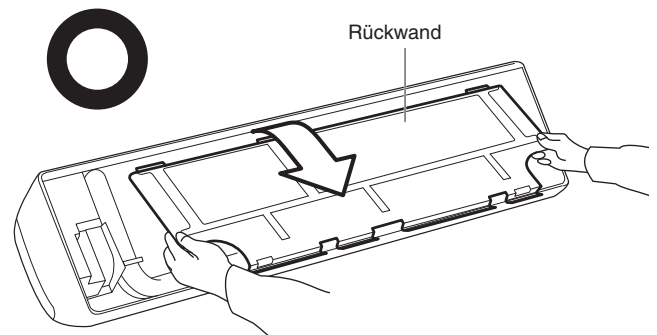

Abb. 3-3
- (3) Die Rückwand an den in Abb. 3-3 gezeigten Stellen fassen und durch Ziehen in Pfeilrichtung abnehmen.